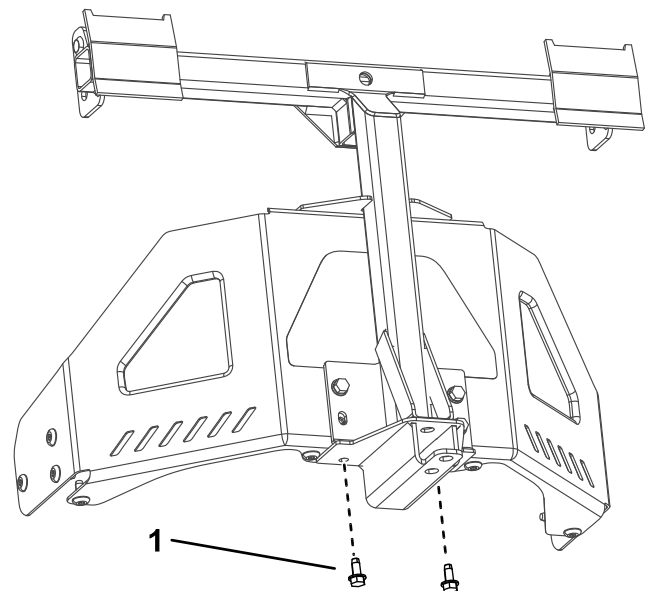

Figuur 8
- Monteer het draaiframe aan het machineframe zoals getoond in Figuur 8. Monteer het